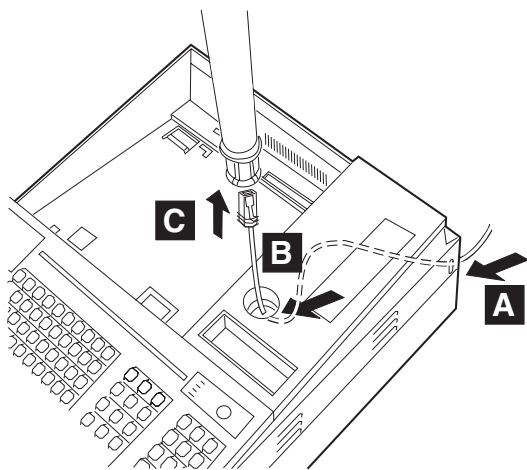

图 63. 布置字符/图形显示器电缆
3. 将字符/图形显示器电缆从 POS 终端 (图 63 中的 **A**) 的后面, 穿过填充件上的孔 ( **B** ), 然后穿过支撑杆 ( **C** )。